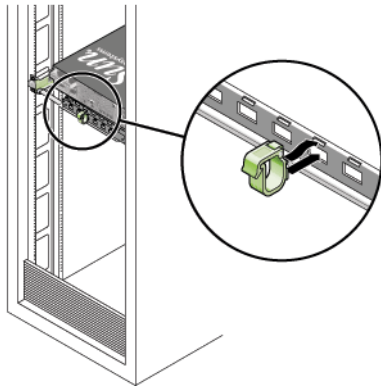

ABBILDUNG 2-7 Einsetzen der Kabelaufhängungen in die Kabelführung
6. Setzen Sie die Kabelaufhängungen in die passenden Löcher in der Kabelführung ein und klemmen Sie diese fest (ABBILDUNG 2-7).